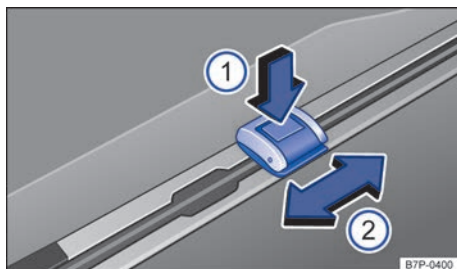

Fig. 226 Ajuste de las argollas de amarre desplazables en el maletero.
- Pulse el botón de la parte superior de la argolla → fig. 226 ①.
- Desplace la argolla hasta la posición deseada → fig. 226 ②.
- Levante el estribo de la argolla → fig. 226 y fije la carga.